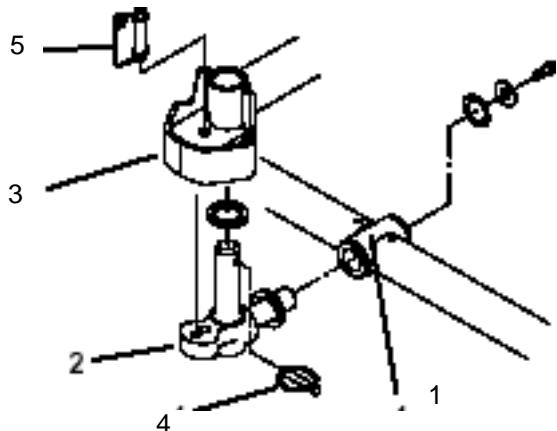

図4
6. スラストワッシャを、ピボットナックルの水平シャフトに差し込む(図4)。
7. ピボットナックルの水平シャフトをキャリアフレームの取り付け穴に差し込む(図4)。
8. スラストワッシャ、平ワッシャ、フランジヘッドキャップスクリュを使って、ピボットナックルをキャリアフレームに固定する(図4)。
9. ピボットナックルの垂直シャフトにスラストワッシャを差し込む(図4)。
10. ピボットナックルの垂直シャフトを外している場合には、ここで昇降アームのピボットハブに差し込む(図4)。ピボットナックルを2枚のゴム製センタリングバンパー(昇降アームステアリングプレートの下)の間に挟む。
11. ピボットナックルシャフトのクロスホールにリンチピンを差し込む(図4)。
14. ステアリングロックピンの下にスプリングを掛けて終了(図4)。